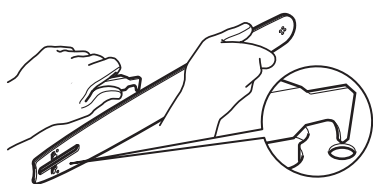

Fig. 55
4. Pour nettoyer les résidus accumulés dans les rails du guide-chaîne (7), utilisez un tournevis, un couteau de vitrier, une brosse métallique ou autre outil similaire. Cela permettra une meilleure circulation de l'huile afin que la chaîne (6) et le guide-chaîne (7) soient correctement graissés en permanence (Fig. 55).